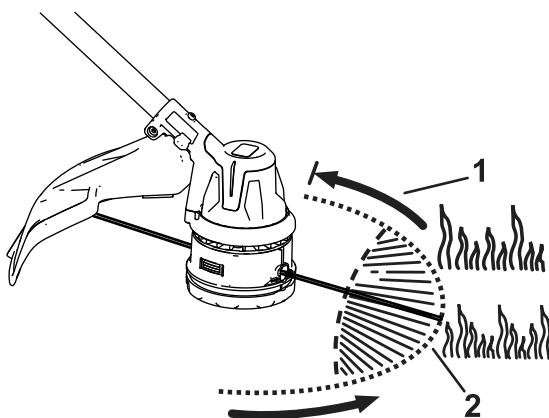

Rysunek 13
1. Naciśnąć boki klamry (A na Rysunek 13).
2. Rozłączyć klamrę (B na Rysunek 13).